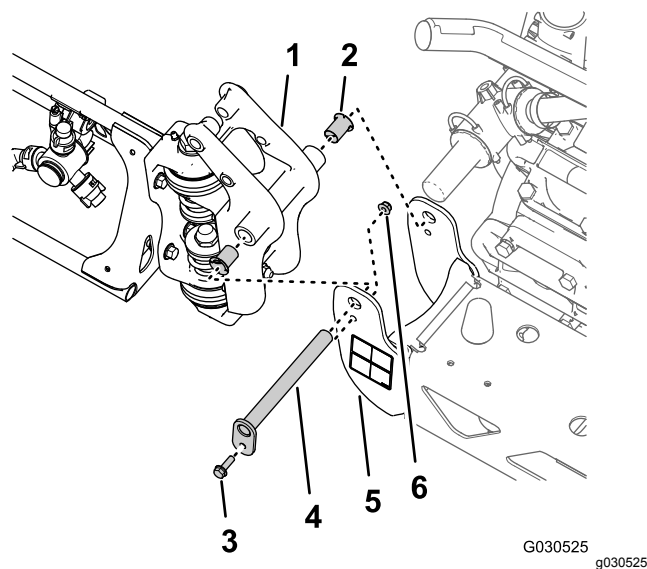

Figura 74
1. Rimuovete il bullone flangiato (5/16" x 1") e il dado di bloccaggio flangiato (5/16") che fissano il perno orientabile alla staffa orientabile (Figura 74).
2. Rimuovete il perno orientabile dalla staffa orientabile per la sezione della barra centrale e il raccordo orientabile per la sezione della barra esterna (Figura 74).
3. Separate la sezione della barra esterna da quella centrale e rimuovete la sezione esterna dalla macchina (Figura 74).
4. Rimuovete le 2 boccole flangiate in nylon dal raccordo orientabile della sezione della barra esterna (Figura 74).